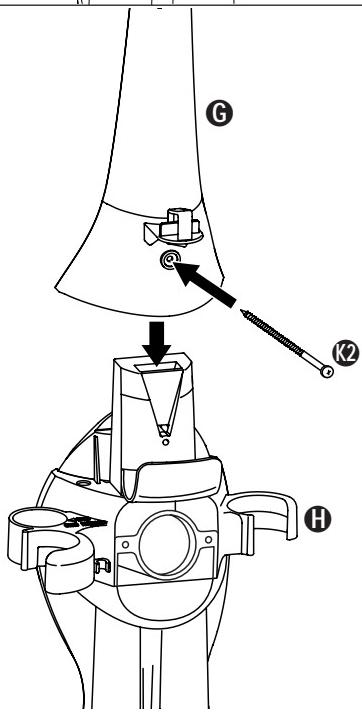

FIG. 3
Step 3: (FIG. 3) Attach the handle **G** to top of tool caddy **H** by sliding it downward and then securing with a long screw **K2**.
Étape 3. (FIG. 3) Fixez le manche ⑥ à la partie supérieure du porte-accessoires ⑤ en le glissant vers le bas. Vissez avec une longue vis ②.
Paso 3. (FIG. 3) Instale la manija ⑥ en la parte superior del portaaccesorios ⑤ deslizándola hacia abajo y luego fíjela usando un tornillo largo ②.